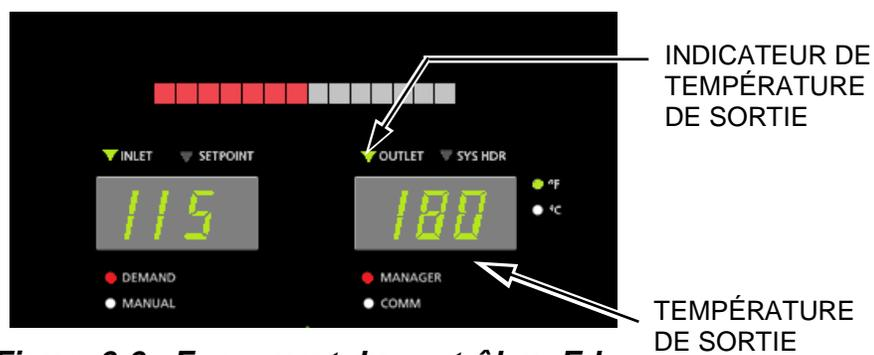

Figure 6-6 : Face avant du contrôleur Edge
- b. Utilisez la flèche vers le bas pour abaisser le réglage à une température **inférieure** à la température de sortie affichée sur la face avant du contrôleur (voir la figure 6-6).